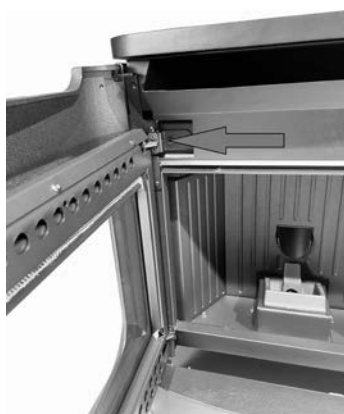

Fig. 19 - Regulación de la puerta
- Afloje los dos tornillos frontales de la bisagra superior y con el tornillo lateral (el que está marcado en la foto) regule la puerta hacia adelante o hacia atrás (véase **Fig. 19**).